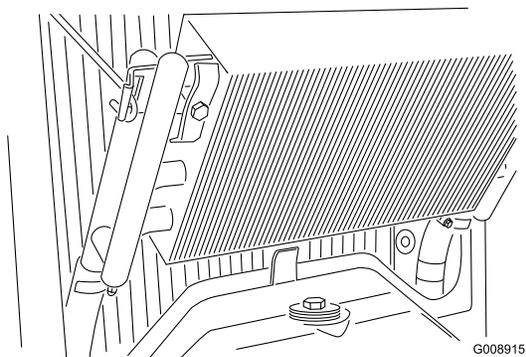

Figura 50
3. Sbloccate il radiatore dell'olio e giratelo indietro (Figura 50). Pulite accuratamente con acqua o aria compressa entrambi i lati dell'area del radiatore dell'olio e del radiatore. Riportate il radiatore dell'olio nella posizione originale.